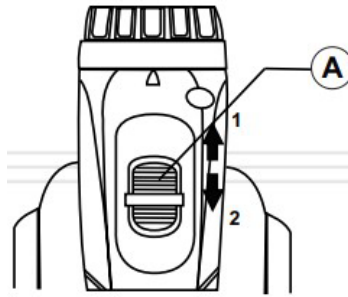

Рисунок 4. Схема перемикання діапазонів швидкостей.
За допомогою механічного перемикача можна встановити один із двох діапазонів швидкостей роботи. Перемикач передач здійснюється через переміщення повзунка механічного перемикача (А, рис. 4) до упору в положення 1 – низька швидкість: 0...400 об/хв, або до упору в положення 2 – висока швидкість: 0...1400 об/хв.
5. Повзунок механічного перемикача діапазонів швидкостей (А, рис. 4) перевести в положення швидкості обертання в межах 0...400 об/хв.